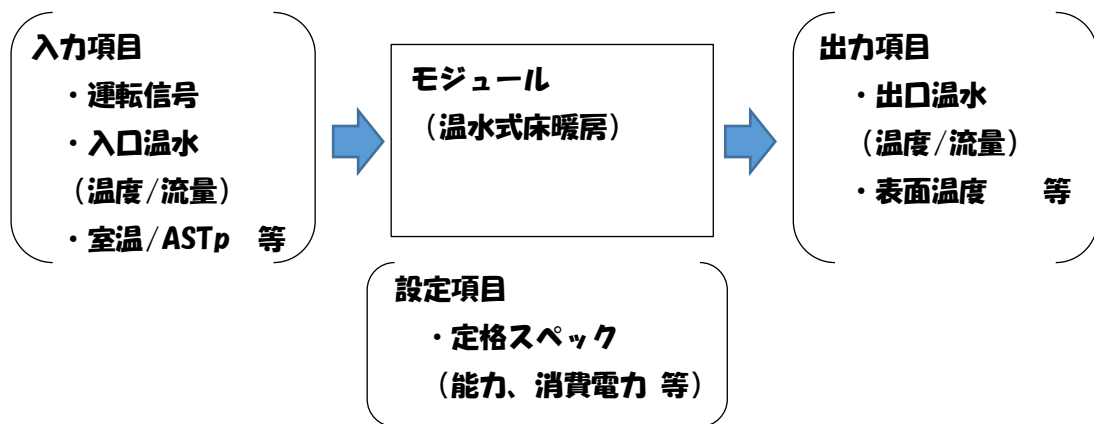

図2 モジュールの設定項目・入力項目・出力項目
「ユーザーがスペック画面で入力する設定項目」、「プログラム上での入力項目」、「モジュールからの出力項目」を図2及び次項より示す。
(4) スペックの入力項目 (図2における設定項目)
(5) シーケンス接続 (図 2 における入力項目、出力項目)